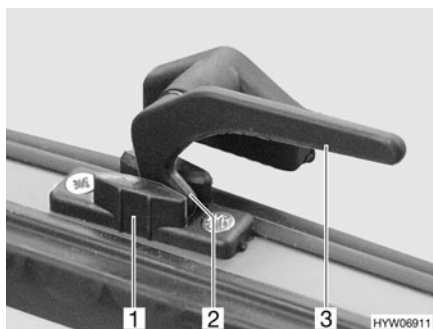

Fig. 48 Palanca de bloqueo en la posición de "ventilación continua"
- En la posición "ventilación continua" (Fig. 48)
- Girar la palanca de bloqueo (Fig. 48,3) un cuarto de vuelta hacia la mitad de la ventana.
- Girar de nuevo hacia atrás la palanca de bloqueo. El saliente de bloqueo (Fig. 48,2) se ha de introducir para ello en el rebaje del bloqueo de la ventana (Fig. 48,1).